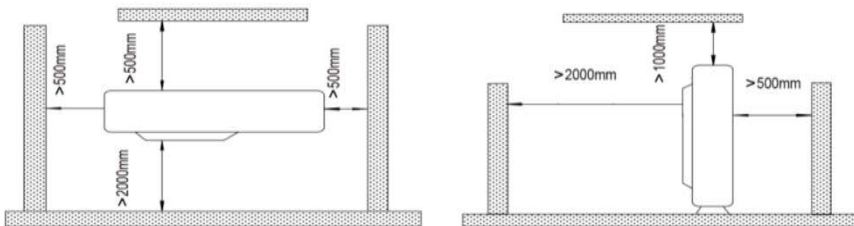

Fig. 02
- Fornecer o espaço mostrado na Fig. 02, de modo que o fluxo de ar não fique bloqueado.